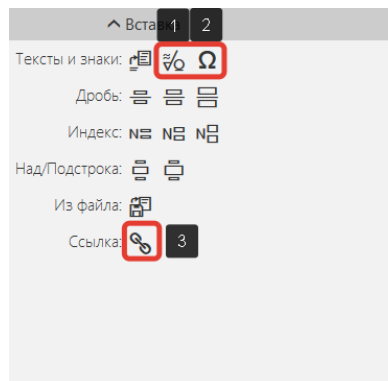

Рисунок 263 – Панель вставки
С помощью панели вставки осуществляется добавление в текст спецзнаков (1), символов (2), дробей, индексов, ссылок (3) и т.д. С помощью этой панели можно загружать тексты из файлов и подгружать технические требования из типовых текстов (Рисунок 263).